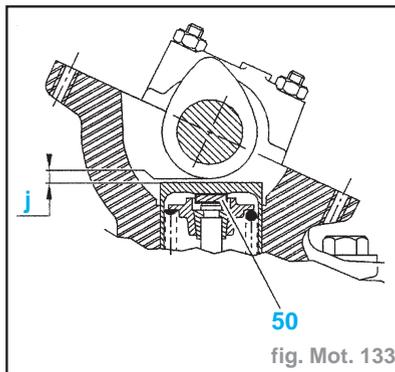

fig. Mot. 133
- A l'aide d'un jeu de cales, relever la valeur "J" entre les dos de cames et le poussoir (fig. Mot. 133) :